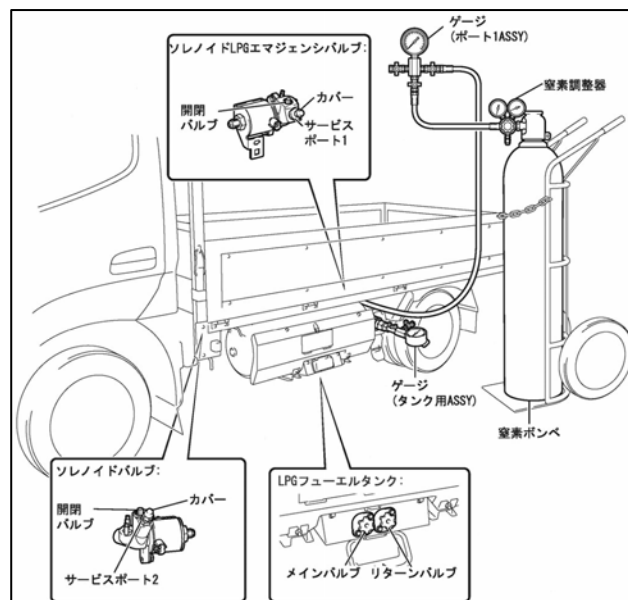

図2
- 窒素ポンペに窒素調整器を介してゲージ(ポート1 ASSY)を接続する。(図2参照)
- LPG フューエルタンクのメインバルブおよびリターンバルブを全閉にする。(図2参照)
- ゲージ(ポート 1 ASSY)のバルブ A、B を全開にして窒素ガスを配管に封入する。(図1、図2参照)
- 石けん水で、サービスポート1とゲージ(ポート 1 ASSY)の接続部に漏れが無いことを確認する。(図1、図2参照)
- 窒素ガス充てん圧力が設定圧力まで上昇したら、ゲージ(ポート 1 ASSY)のバルブ A を全閉する。(図1、図2参照)
- サービスポート1の開閉バルブ(二面幅6mm 六角スクリュ)を開く。(図2参照)
- IG ON して、ソレノイドバルブを開弁させる。(図2参照)
- LPG フューエルタンクのリターンバルブを開け、約5秒後に全閉する。(図2参照)
- a. サービスポート1の開閉バルブ(二面幅6mm 六角スクリュ)を全閉する。(図2参照)
- b. ゲージ(ポート1 ASSY)のバルブ A を全閉であることを確認する。(図1、図2参照)
- d. ゲージ(ポート1 ASSY)のバルブ A を全開にして窒素ガスを配管に封入する。(図1、図2参照)
・石けん水で、サービスポート1とゲージ(ポート1 ASSY)の接続部に漏れが無いことを確認する。(図1、図2参照)
- e. 窒素ガス充てん圧力が設定圧力まで上昇したら、ゲージ(ポート1 ASSY)のバルブ A を全閉する。(図1、図2参照)
(図2参照)